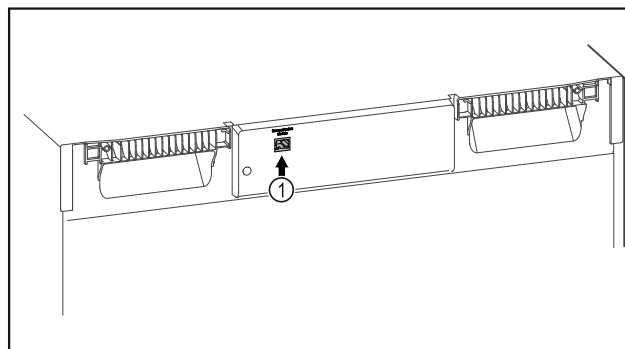

Fig. 136
- Założono SmartModule Fig. 136 (1).